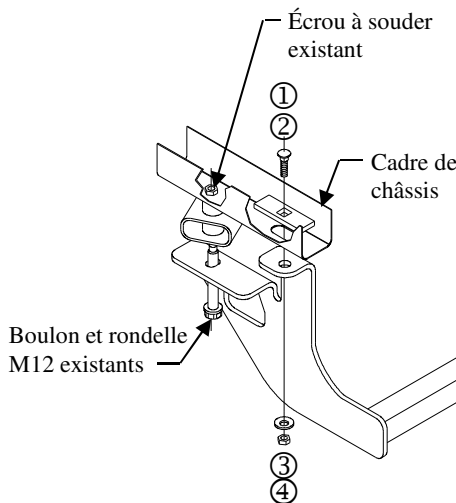

Figure 1.
- Soulever l'attelage en position comme illustré à la figure 1. Faire passer les fils de tirage dans les trous arrière du support. Placer le support côté conducteur en position, d'abord à proximité du support de tuyau d'échappement avant. S'il faut aussi placer celui du côté passager en position, desserrer le support de tuyau d'échappement côté passager pour lui permettre de bouger d'un côté à l'autre.